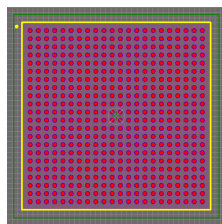

图 18-43 BGA 封装
(8) 单击 Next 按钮, 进入 BGA Footprint Description 对话框, 可以使用系统建议的元件封装名称和描述信息, 也可以自行定义。
(9) 单击 Next 按钮, 进入 Footprint Destination 对话框, 设置存放封装的库文件, 保持默认设置不变。
(10) 单击 Next 按钮, 进入封装创建完成对话框, 单击 Finish 按钮完成创建。系统会在当前 PCB 库文件中新建一个 BGA 封装, 如图 18-43 所示。